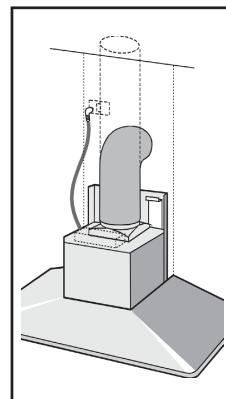

fig. 6
- Das Luftabführungsrohr an die Lufтаustrittsöffnung der Haube anschließen; dazu einen Schlauch verwenden und ihn an der Lufтаustrittsöffnung der Haube mit einer Metallschelle befestigen - Abb. 6 - (Schlauch und Schelle werden nicht mitgeliefert).